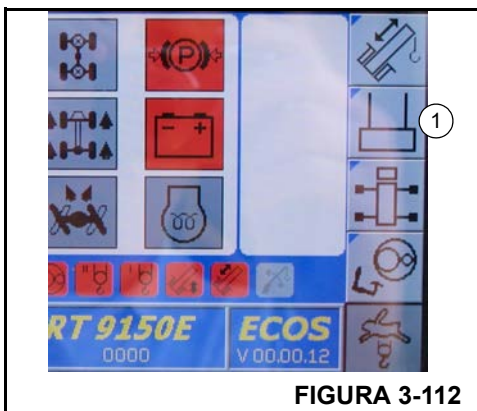

FIGURA 3-112
2. No menu principal, pressione o botão F6 (1) (Figura 3-112) uma vez.